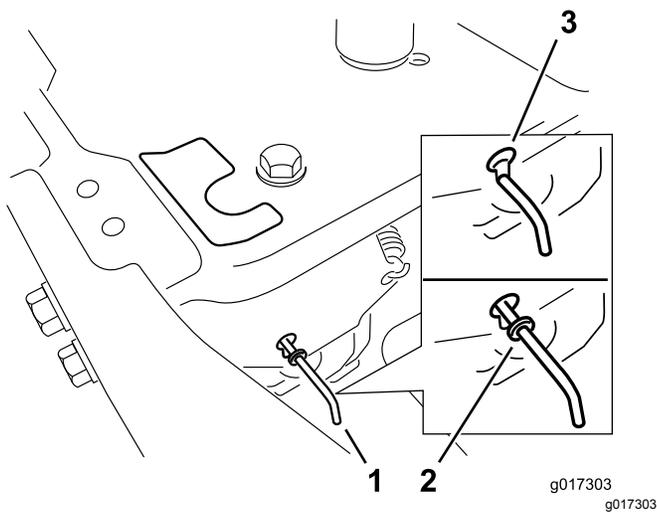

Figura 35
4. Mueva las palancas de desvío hacia delante a través del orificio y hacia abajo para bloquearlas en esa posición (Figura 35).
Mueva las palancas de desvío hacia atrás a través del orificio y hacia abajo para bloquearlas en esa posición, según se muestra en Figura 35.